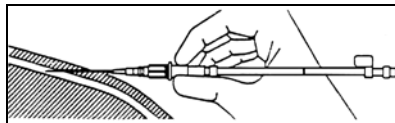

Fig. 1
3. Puncture vessel using a continuous, controlled, slow, forward motion. Avoid transfixing both vessel walls. **Precaution: If both vessel walls are punctured, subsequent advancement of spring-wire guide could result in inadvertent sub-vascular placement.** Blood flashback in hub of introducer needle indicates successful entry into vessel (refer to Fig. 1).
3. Ponctionnez le vaisseau en un long mouvement vers l'avant continu et contrôlé. Évitez de transpercer les deux parois vasculaires. **Précaution : Si les deux parois vasculaires sont percées, la progression ultérieure du fil de guidage métallisé spiralé pourrait conduire à une mise en place sous-artérielle accidentelle.** La remontée du sang dans la garde de l'aiguille d'introduction indique le succès de la pénétration du vaisseau. (cf. Fig. 1).
3. Zur Punktierung des Gefäßes wird die Kanüle kontinuierlich, kontrolliert und langsam nach vorne geschoben. Ein Durchstechen des Gefäßes muß vermieden werden. **Vorsichtsmaßnahme: Wenn das Gefäß durchstoßen wird, kann es beim Verschieben des Federführungsdrahtes zu einer unbeabsichtigten Plazierung unter dem Gefäß kommen.** Ein Zurückfließen von Blut in das Ansatzstück der Einführungskanüle zeigt an, daß der Eintritt in das Gefäß erfolgt ist (siehe Abb. 1).